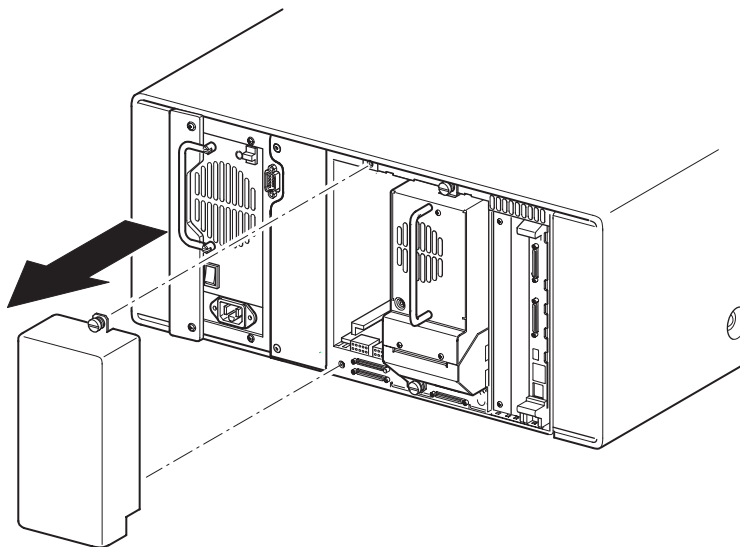

Figura D-1: Rimozione del pannello di riempimento dall'alloggiamento dell'unità a nastro pannello (MSL5026)
2. Rimuovere il pannello di riempimento che copre l'alloggiamento dell'unità a nastro (vedere la Figura D-1). Conservare il pannello di riempimento per un eventuale utilizzo futuro.